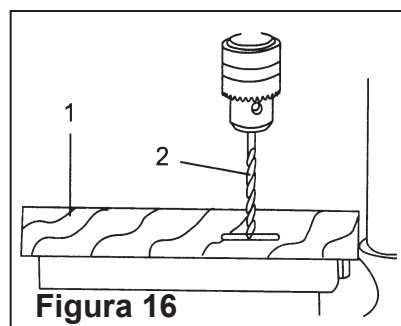

Figura 16
Pieza método (Figura 16 y 17)
- Marca la profundidad (2) del agujero en el lateral de la pieza. (1)(Figura 16).
- Con el interruptor "OFF", traerá la broca (2) hacia abajo hasta la punta del dedo es incluso con la marca (Figura 16).